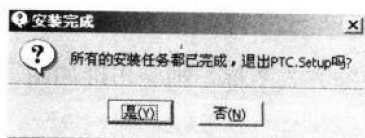

图 1-21 【安装完成】对话框
- (24) 软件安装完成后，出现【安装完成】对话框，如图 1-21 所示。单击 **是(Y)** 按钮，完成软件的安装。